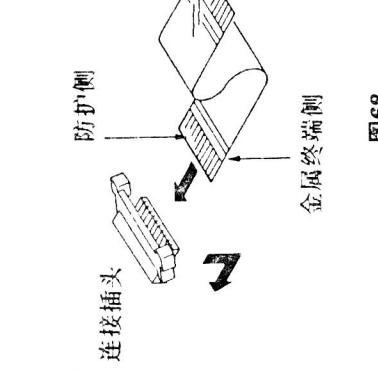

图68
⑨如图68所示，将扁平电缆连接到马达上，注意其顶部和底部（应将其金属终端朝下插入），并按箭头所示方向移动，将连接插头牢靠锁定；
⑩安装步骤与拆卸时相反，注意让主导轴马达、带盘皮带、扁平电缆FFC等彼此接触，也不要使皮带扭曲；
⑪主导轴马达安装以后，须进行磁带走行系统的检查。